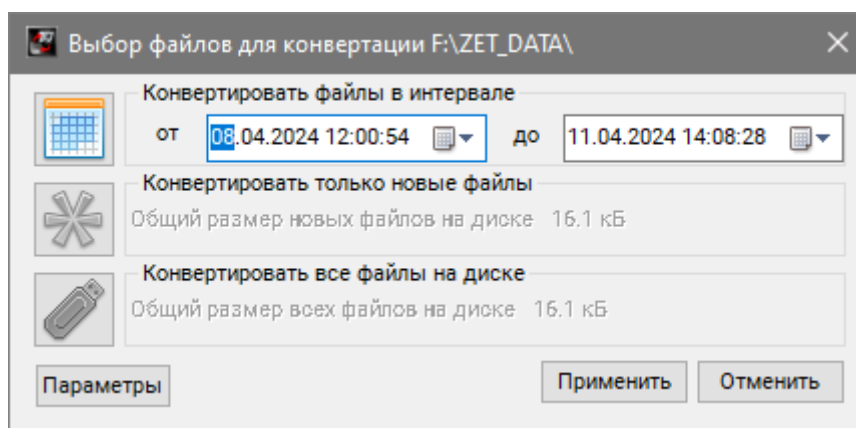

Рис. 5.1 Программа конвертации файлов
3. На компьютере автоматически запустится программа «Выбор файлов для конвертации с диска». Данная программа предназначена для копирования и конвертации файлов с внутренней памяти регистратора на компьютер в формате ПО «ZETTrends» (Рис. 5.1).